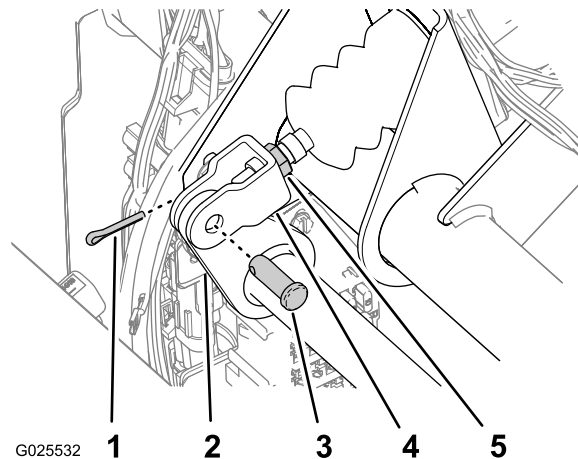

Figura 81
2. Rimuovete la coppiglia e il perno che fissano la forcella del cilindro principale al perno del pedale del freno (Figura 81).
4. Allentate i controdadi che fissano la forcella all'albero del cilindro principale (Figura 81).
5. Regolate la forcella fino a quando i suoi fori non sono allineati al foro sul perno del pedale del freno (Figura 81).
6. Fissate la forcella al perno del pedale per mezzo del perno e della coppia (Figura 81).
7. Serrate il controdado per fissare la forcella all'albero del cilindro principale (Figura 81).